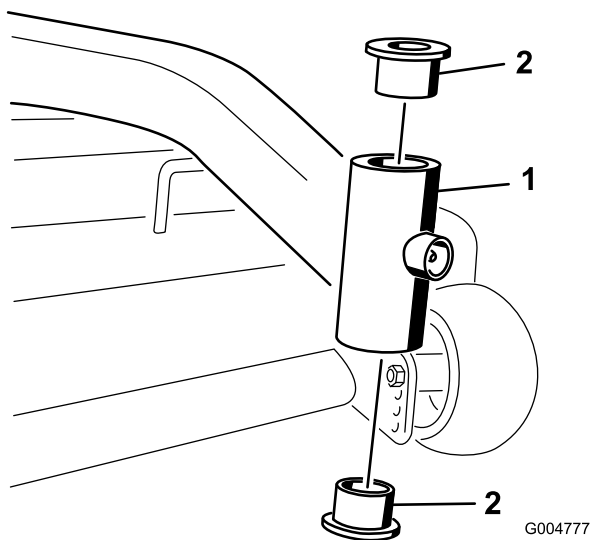

Figura 40
4. Introduzca un punzón botador en el tubo de montaje y con sumo cuidado retire los casquillos (Figura 40). Limpie el interior del tubo de montaje.